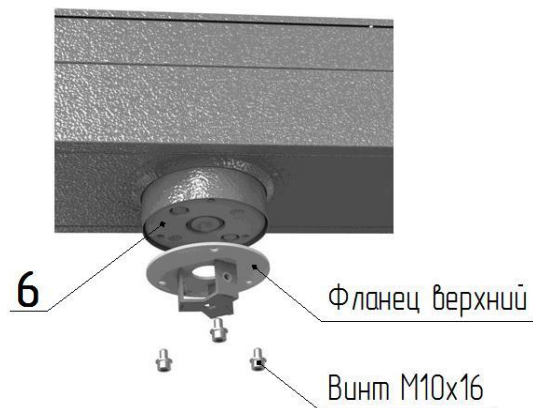

Рис. 4
2. Сборка центральной стойки (рис. 4, 5):
- установите на диск муфты привода **6** (рис.4) верхний фланец центральной стойки и закрепите винтами М10х16, нижний фланец прикрепите к фланцу вала напольной плиты **7** винтами М8х16, в первую очередь установите на посадочные плоскости фланцев лопасть с внутренними кронштейнами (рис.5), расположение "верх" указано маркировкой и закрепите винтами М8 (не затягивая их);